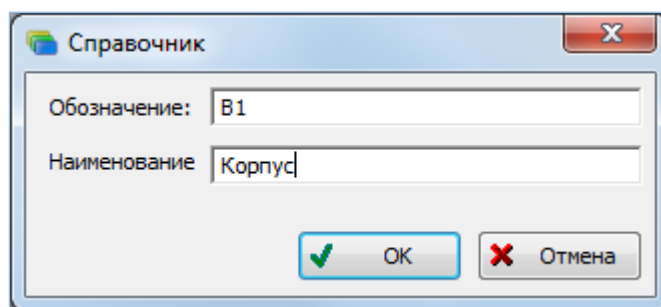
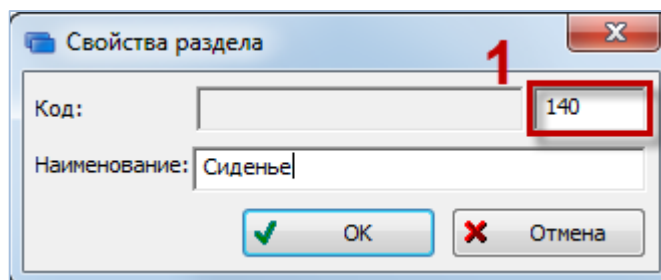

Рис. 13-9 – Создание справочника
Рис. 13-12 – Создание раздела
1) В левом окне редактора выделить название справочника, в котором нужно создать подраздел, и нажать кнопку «Добавить справочник» на вкладке «Редактирование» для создания справочника. После этого появится окно «Справочник» (рис. 13-9).
1) В левом окне редактора выделить название раздела, в котором нужно создать подраздел, и нажать кнопку «Создать» на вкладке «Редактирование» для создания раздела. После этого появится окно «Свойства раздела» (рис. 13-12).
2) Ввести «Код» и «Наименование» раздела. Код раздела состоит из двух частей – кода родительского раздела и кода данного раздела (1 на рис. 13-12). Вводимый код должен быть трехзначным числом и являться уникальным в пределах одного родителя.
2) После этого откроется окно свойств раздела (рис. 13-9 или рис. 13-12), в зависимости от типа выбранного раздела (справочник или раздел).